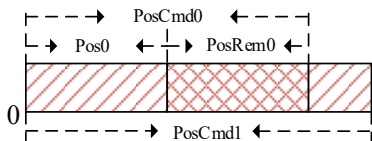

图 12.15 绝对位置指令运行示意图
③绝对位置指令以相对于绝对零点(Pn296 和 Pn297 设定)的位置值为参考点。如图 12.15 所示,第一段位置指令设定值为 PosCmd0,运行了 Pos0 的脉冲后,插入第二段绝对位置指令 PosCmd1,则第二段位置指令运行的总脉冲数,为 PosCmd1-Pos0,最终运行位置值为 PosCmd1。